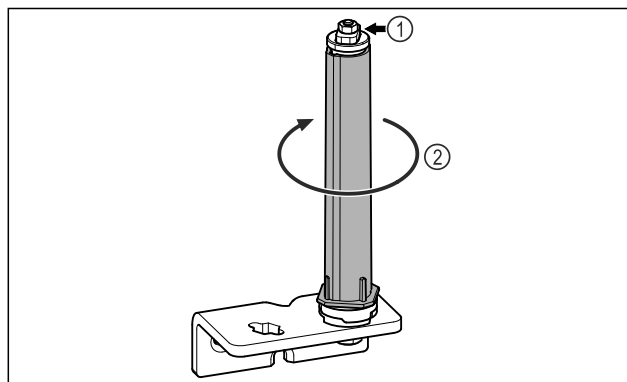

Fig. 28
- ▶ Nu dezasamblați sistemul de închidere al ușii Fig. 28 (1).
- ▶ Rotiți Fig. 28 (2) sistemul de închidere, până când face clic.